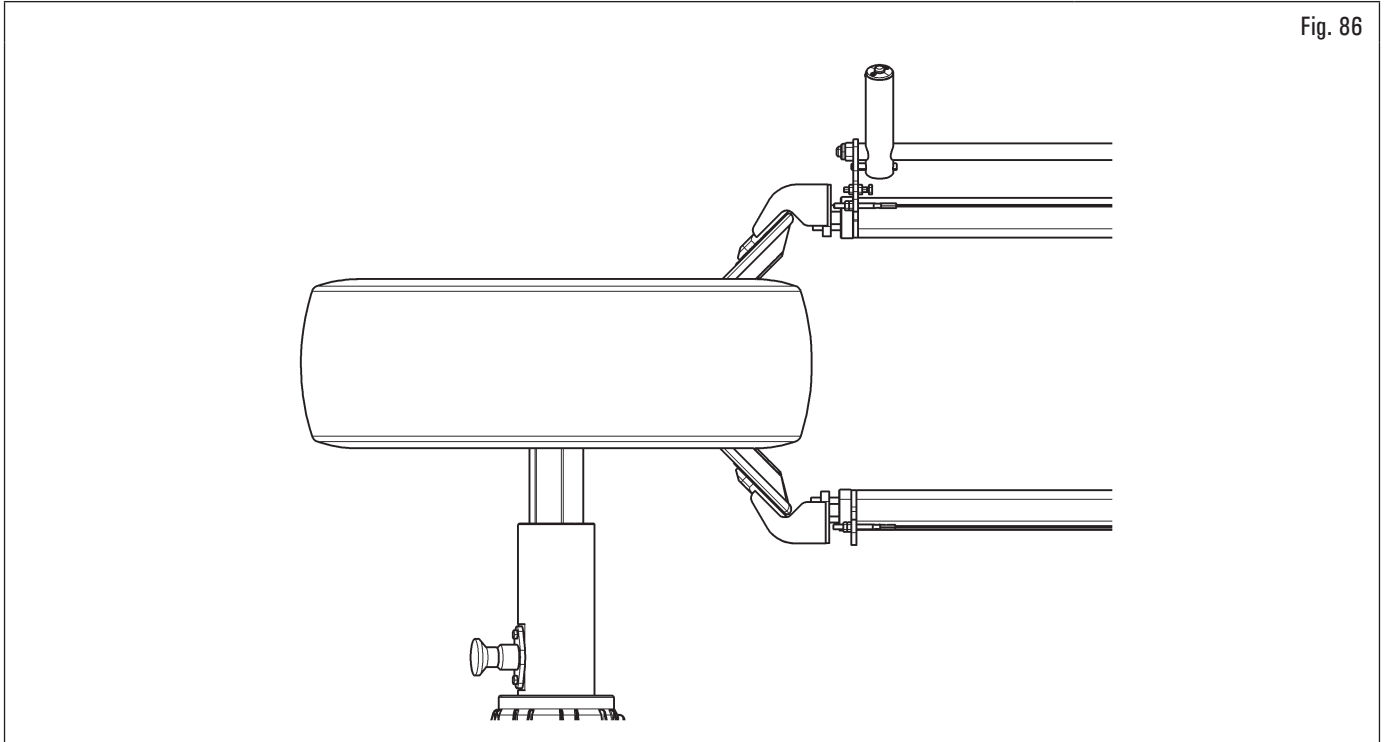

Fig. 86
2. faire tourner le moteur dans le sens des aiguilles d'une montre jusqu'à ce que le point de référence fait sur le pneu coïncide avec le point de référence de la jante (en général la soupape) (voir Fig. 86).